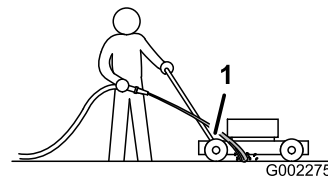

Figure 32
3. Tenez le tuyau d'arrosage à hauteur du guidon et dirigez le jet d'eau vers le sol, juste devant la roue arrière **droite** (Figure 32).